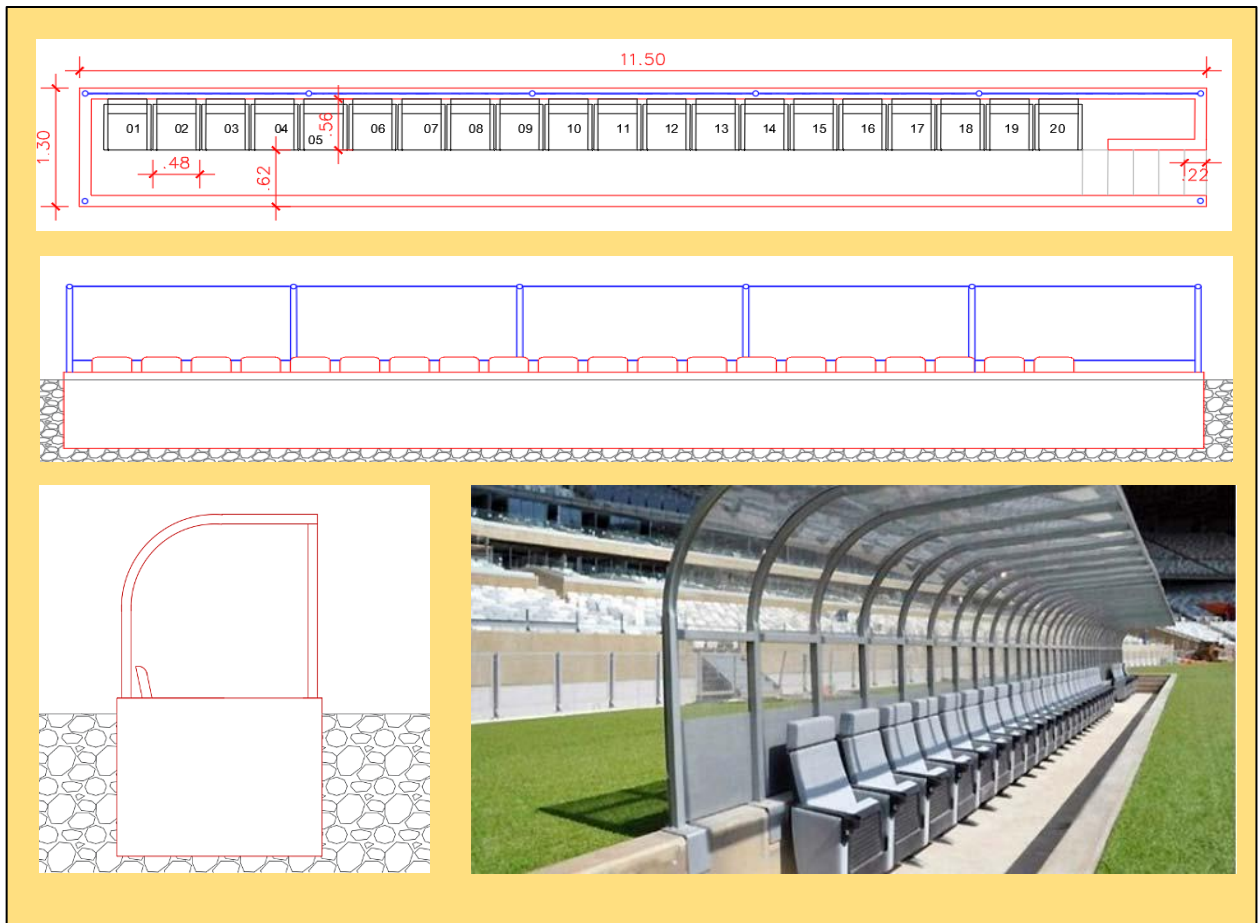

Figura 2 – Planta baixa, vista e corte do banco de reservas e imagens ilustrativa do projeto executado.
- **Movimento de Terra:** As áreas onde serão construídos os bancos reservas e o banco de arbitragem deverão ser escavadas até a profundidade definida em projeto arquitetônico, para que a fileira de bancos siga o padrão definido em projeto, como ilustrado na figura 2 acima.